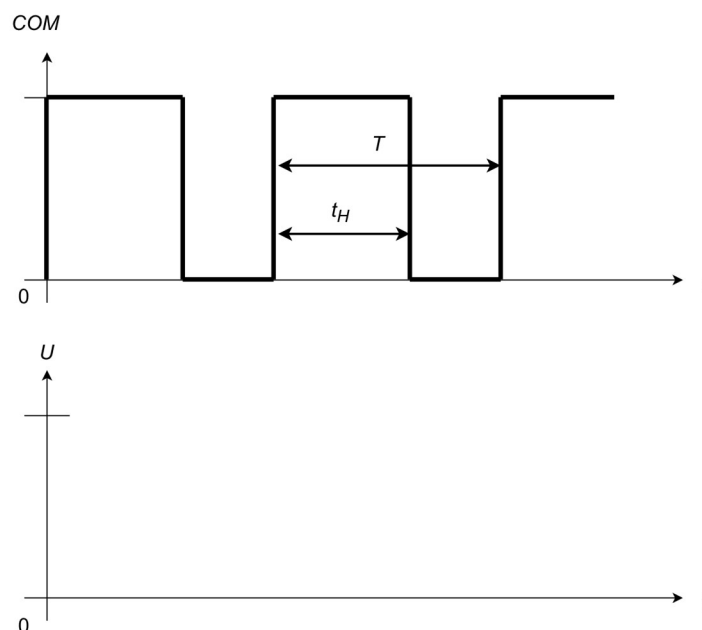

Figure 2. Signal de commande des interrupteurs et tension résultante du récepteur
- Compte tenu de l'allure temporelle du signal COM représenté **Figure 2**, représentez sur la même figure l'allure temporelle de la tension U aux bornes du récepteur. Sur cette figure, T est la période de la PWM et t_H le temps où K_1 est fermé sur cette période.